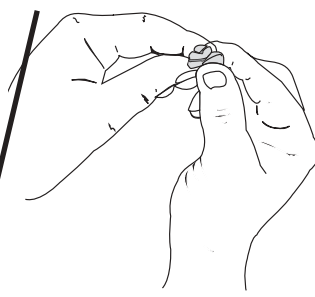

Fig. 37
5. Pressez le filtre pour répartir et drainer l'excédent d'huile (Fig. 37).